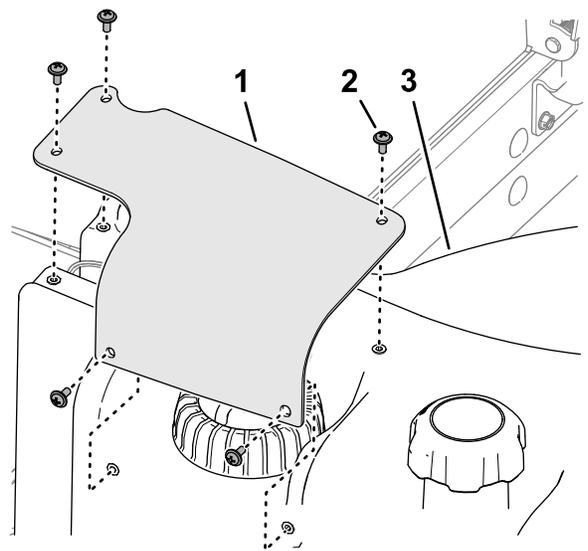

图 93
7. 将燃油发送器盖上的孔与油箱上的孔对齐然后用 5 颗十字头螺丝将盖固定到油箱上图 93。